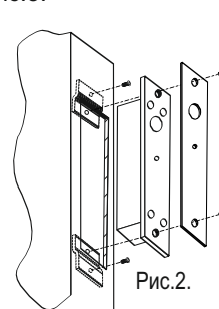

Рис.2.
2. Для более удобного крепления к металлическим дверям применяются специальные крепления-адаптеры, позволяющие установить замок "заподлицо" (см. рис.2).